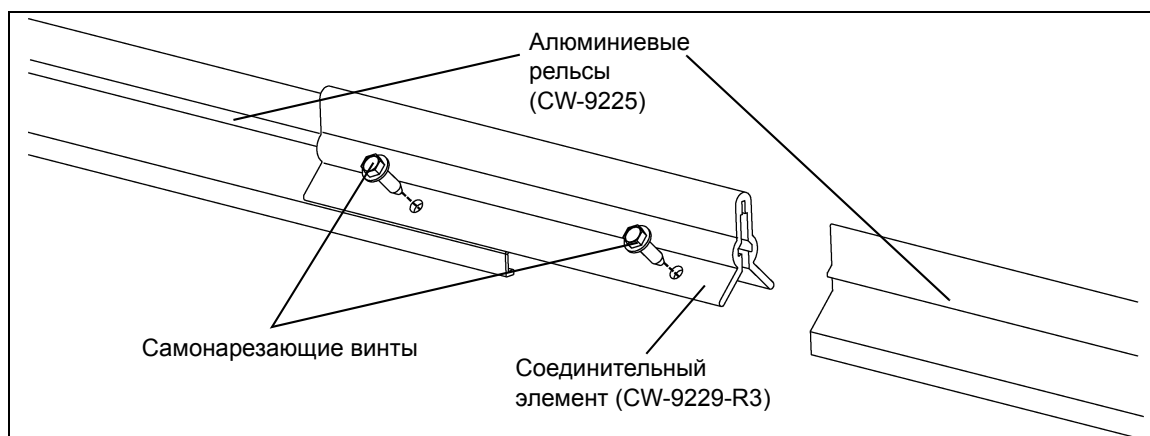

Рисунок 7А Соединительный элемент рельсов
1. Разрежьте рельсовую опору 10' (CW-9225) на две (2) половины длиной по 5'.
3. Соединяйте алюминиевые рельсы, надвигая соединительный элемент на один рельс, затем на второй. Обязательно центрируйте соединительный элемент между двумя (2) отрезками рельса. Крепите соединительный элемент к рельсам четырьмя (4) самонарезающими винтами. *См. Рисунок 7А.*